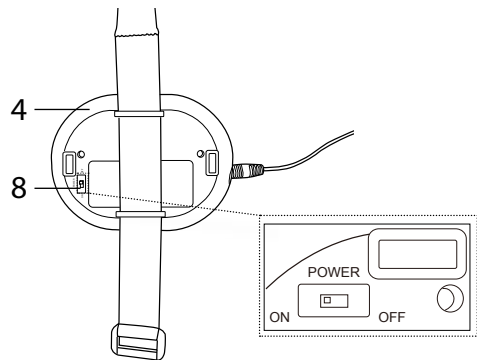

Abb. 3
1. Schieben Sie den Ein-/Ausschalter (8) auf **ON** (EIN), um die Basisstation (4) einzuschalten (Abb. 3).
2. Schieben Sie den Ein-/Ausschalter (8) auf **OFF** (AUS), um die Basisstation (4) auszuschalten (Abb. 3).